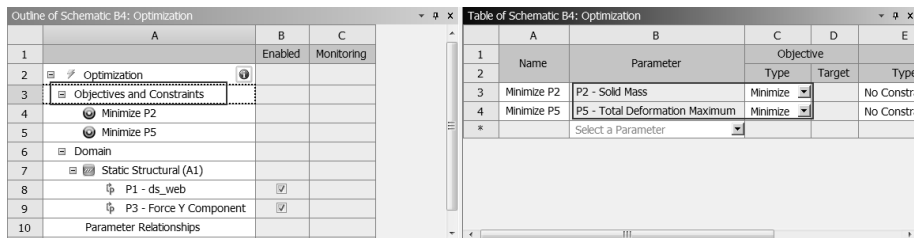

图 18-30 快捷菜单
Step9：单击 Objectives and Constraints 选项，在右侧出现的如图 18-30 所示的窗口中做如下设置。